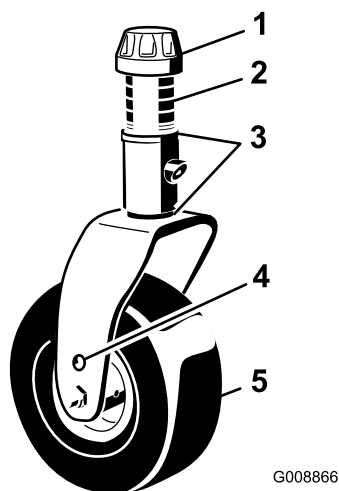

図 18
5. スピンドルシャフトからテンショニングキャップを外し、キャストアームからスピンドルを抜き出す図 18。